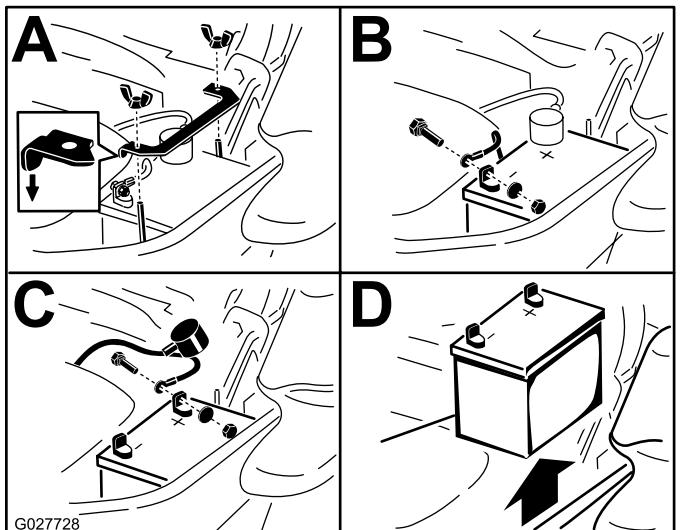

Figura 51
3. Desconecte el cable negativo (negro) de la batería del borne negativo (-) de la batería (Figura 51).
4. Retire el protector de borne rojo del borne positivo (+) de la batería y retire el cable positivo (rojo) (Figura 51).
5. Retire la tuerca de orejeta que sujeta la abrazadera de la batería (Figura 51).
6. Retire la abrazadera (Figura 51).
7. Retire la batería (Figura 51).
1. Coloque la batería en la bandeja, con los bornes frente al depósito de aceite hidráulico (Figura 51).
4. Fije los cables con 2 pernos, 2 arandelas, y 2 contratuerca (Figura 51).
6. Instale la abrazadera y sujetela con la tuerca de orejeta (Figura 51).